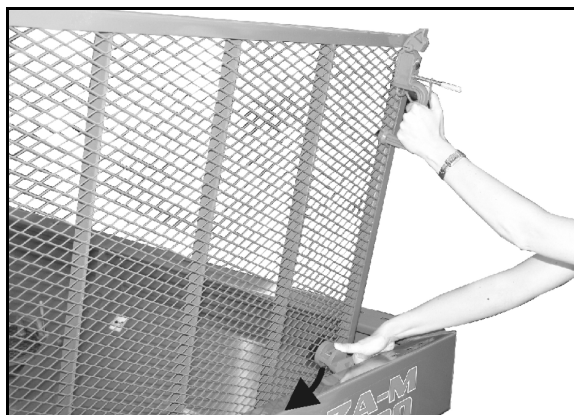

Рис. 18
3. Поднимайте защитную решётку, пока фиксатор не войдет в канавку на краю бункера (Рис. 18).
• Перед закрыванием защитной решетки нажмите на фиксатор (Рис. 18).